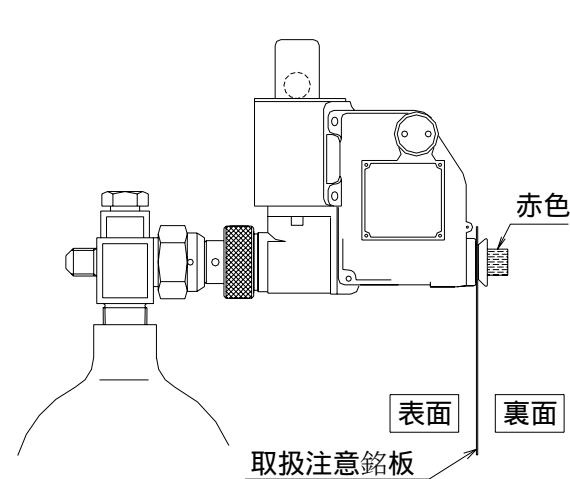

図7 取付完了状態
- (6) 安全プラグのおねじ側を本体ねじにねじ込む。この際、取扱注意銘板を図7に示すように裏面が安全プラグの赤色側に向くように取付ける。安全プラグの赤色側が外部に表示され、起動弁開放装置が待機状態にあることを示す。
- (4) 安全プラグのおねじ側を本体ねじにねじ込む。この際、取扱注意銘板を図7に示すように裏面が安全プラグの赤色側に向くように取付ける。安全プラグの赤色側が外部に表示され、起動弁開放装置が待機状態にあることを示す。